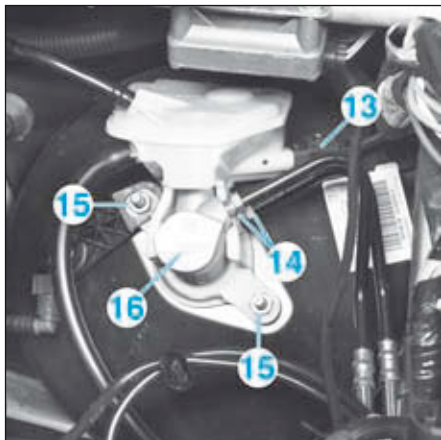

FIG.26
- Débrancher (Fig.26) :
- le connecteur (13) du contacteur de niveau du liquide de frein,
- les raccords (14).
- les écrous (15),
- le maître-cylindre (16).